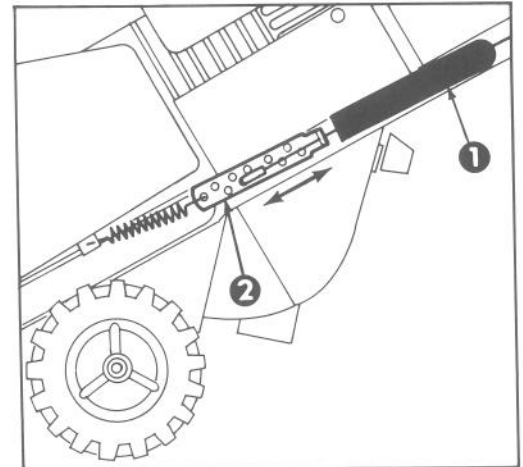

Figure 10
3. **REGLAGE DU CÂBLE (Fig. 10)** — Débranchez l'extrémité supérieure de câble de l'orifice situé dans le support de la barre de commande. Faites glisser le cache-ressort vers le haut du câble pour dégager le dispositif de réglage du câble. Débranchez l'extrémité du câble du dispositif de réglage du câble et replacez-la dans un orifice plus ou moins élevé sur le dispositif de réglage, selon le cas, pour atteindre un écartement adéquat de  $1/16-1/8''$  (1,59 mm - 3,18